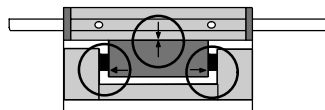

Fig. 20
- Следите за тем, чтобы соединение между поводком и кареткой было установлено без зазоров и перекосов. На Fig. 20 отображены критические положения. Установка без зазоров выполняется с помощью винтов каретки [3] на Fig. 1.